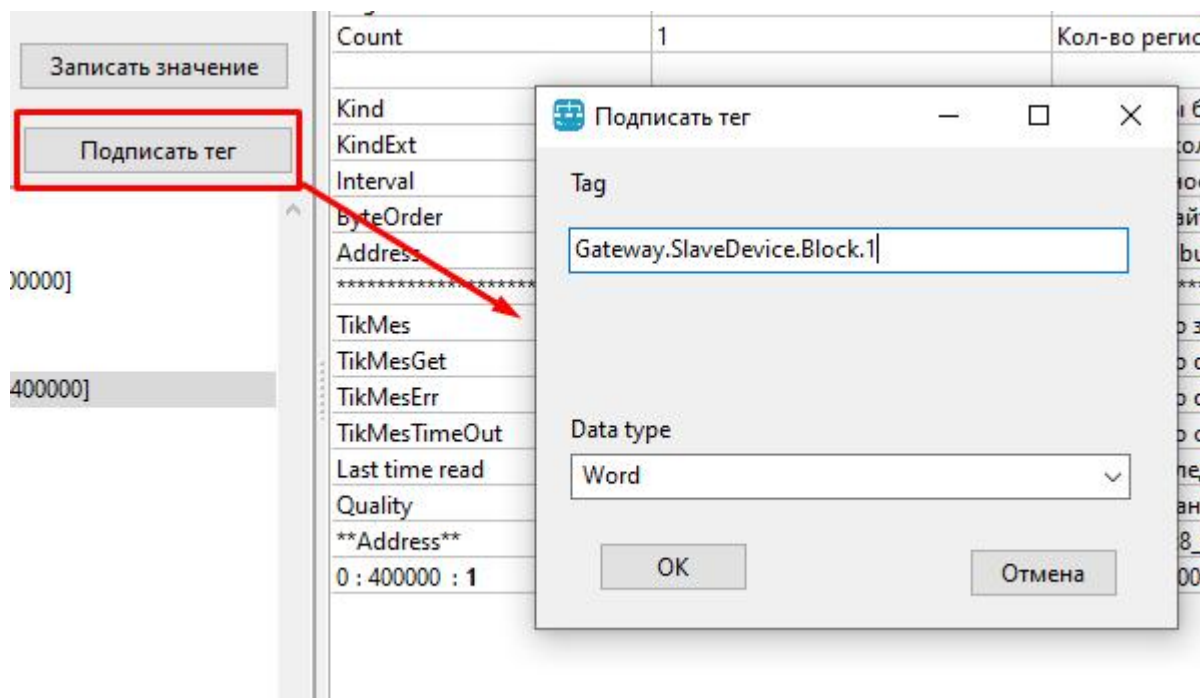

Рисунок 3.12 – Опция конфигулятора «Подписать тег»
5. Выполните подписку выбранного тега по кнопке **«Подписать тег»**, см. рисунок 3.12 .